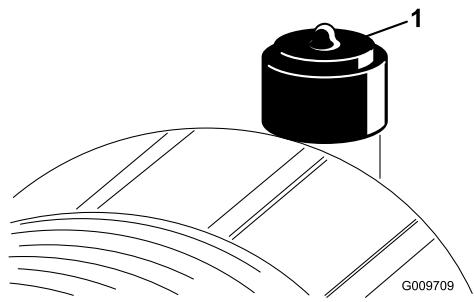

Figura 27
Faça a manutenção ao filtro de ar apenas quando o indicador de manutenção (Figura 27) o exigir. Mudar o filtro de ar antes de ser necessário apenas aumenta a possibilidade de entrar sujidade no motor quando se retira o filtro.
6. Reinicie o indicador (Figura 27) se este se apresentar vermelho.